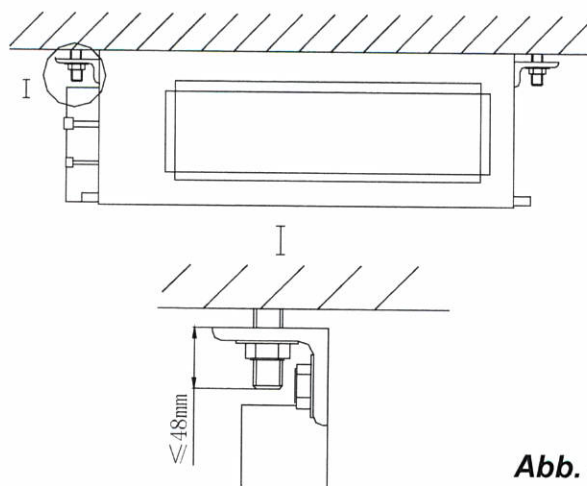

Abb. 5
3. Innengerät an die Decke gemäß Abb. 5 installieren.